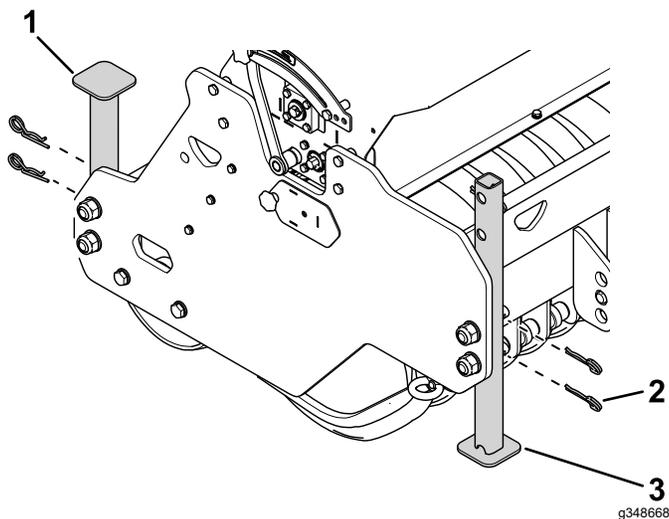

Figure 9
6. Retirez les goupilles fendues des pieds et servez-vous en pour fixer les pieds en position levée, comme montré à la Figure 9.